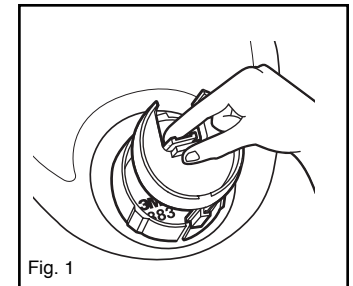

Fig. 1
1. Aperte a lingüeta de trava na parte traseira do Direcionador do Ar 6881 e puxe-a para trás para desencaixar a Base do Orifício DIN 6883. (Fig. 1)
4. Alinhe o trilho da parte inferior do direcionador de ar 6881 com a fenda da parte inferior da base do adaptador DIN 6883. (Fig. 1) Deslize para frente e pressione o botão central até que a lingüeta de travamento “clique” no lugar.
1. Somente para os conjuntos adaptadores DIN (6884) e de demanda de pressão (6874): Aperte a lingüeta da trava na parte traseira do direcionador de ar 6881 e puxe para trás, para desengatar da base do adaptador DIN 6883. (Fig. 1)